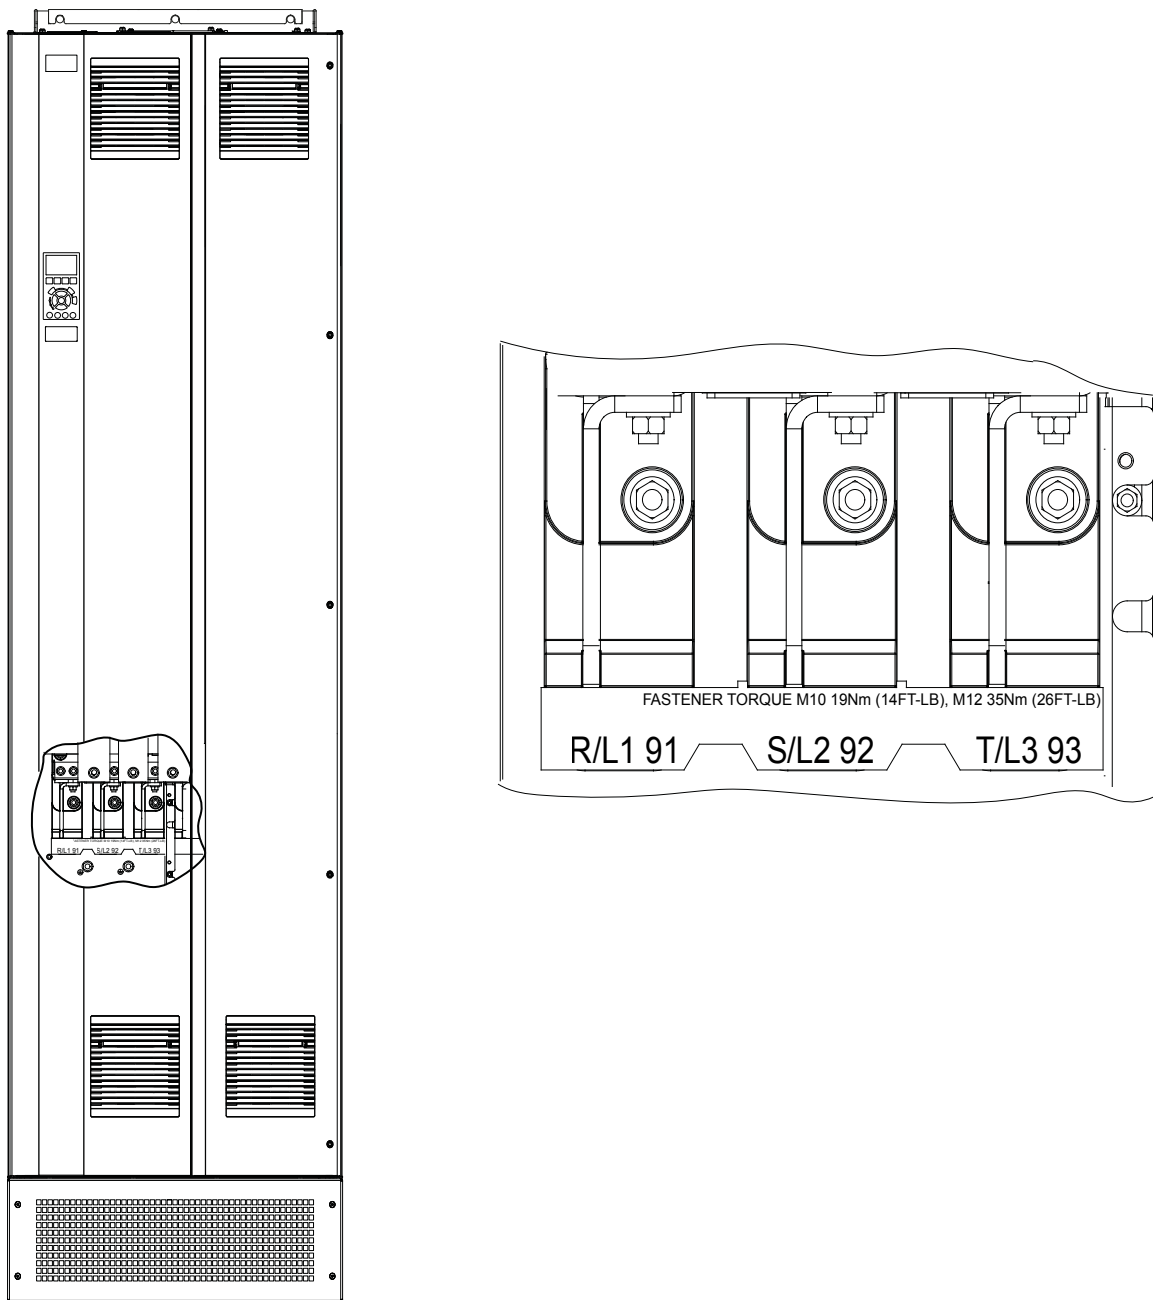

Abbildung 5.4 AC-Netzklemmen (abgebildet ist E1h). Eine detaillierte Ansicht der Klemmen finden Sie in Kapitel 5.7 Klemmenabmessungen.
4. Schließen Sie die 3 Phasen des Netzeingangs an die Klemmen R, S und T an (siehe *Abbildung 5.4*).